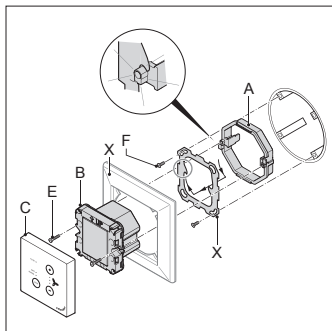

fig 4.4 - ComfoSwitch CCH
1. Bringen Sie das Wandmontagegehäuse (I) (falls bestellt) mit den Dübeln (H) und Schrauben (G) an der Wand an
2. Befestigen Sie den Wandrahmen (A) mit den Schrauben (F) an der Wand, dem Wandmontagegehäuse (I) oder der Montageplatte (E)
3. Führen Sie das Kommunikationskabel durch die gewünschte Rahmenkonstruktion (X) und passen Sie das Fenster (D) in der Größe an
4. Stecken Sie das Kommunikationskabel (Abb. 4.4) ein, um die Lüftungseinheit und das Bedieneinheit miteinander zu verbinden
6. Bringen Sie die Bedieneinheit (B) (mit der Rahmenkonstruktion (X) und dem von der Größe angepassten Fenster (D) mit den Schrauben (E) am Rahmen (A) an
7. Schieben Sie die Abdeckung (C) in ihren Platz